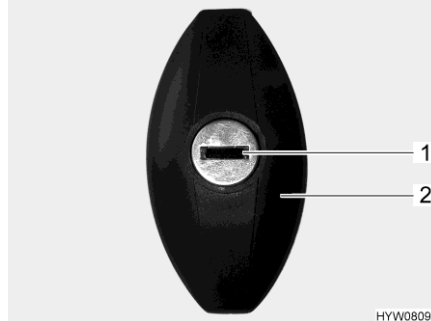

Bild 34 Klappenschloss (ellipsenförmig, verschlossen)
- Schlüssel in Schließzylinder (Bild 34,1) stecken und eine halbe Umdrehung entgegen dem Uhrzeigersinn drehen. Schlossgriff (Bild 34,2) schnappt heraus.